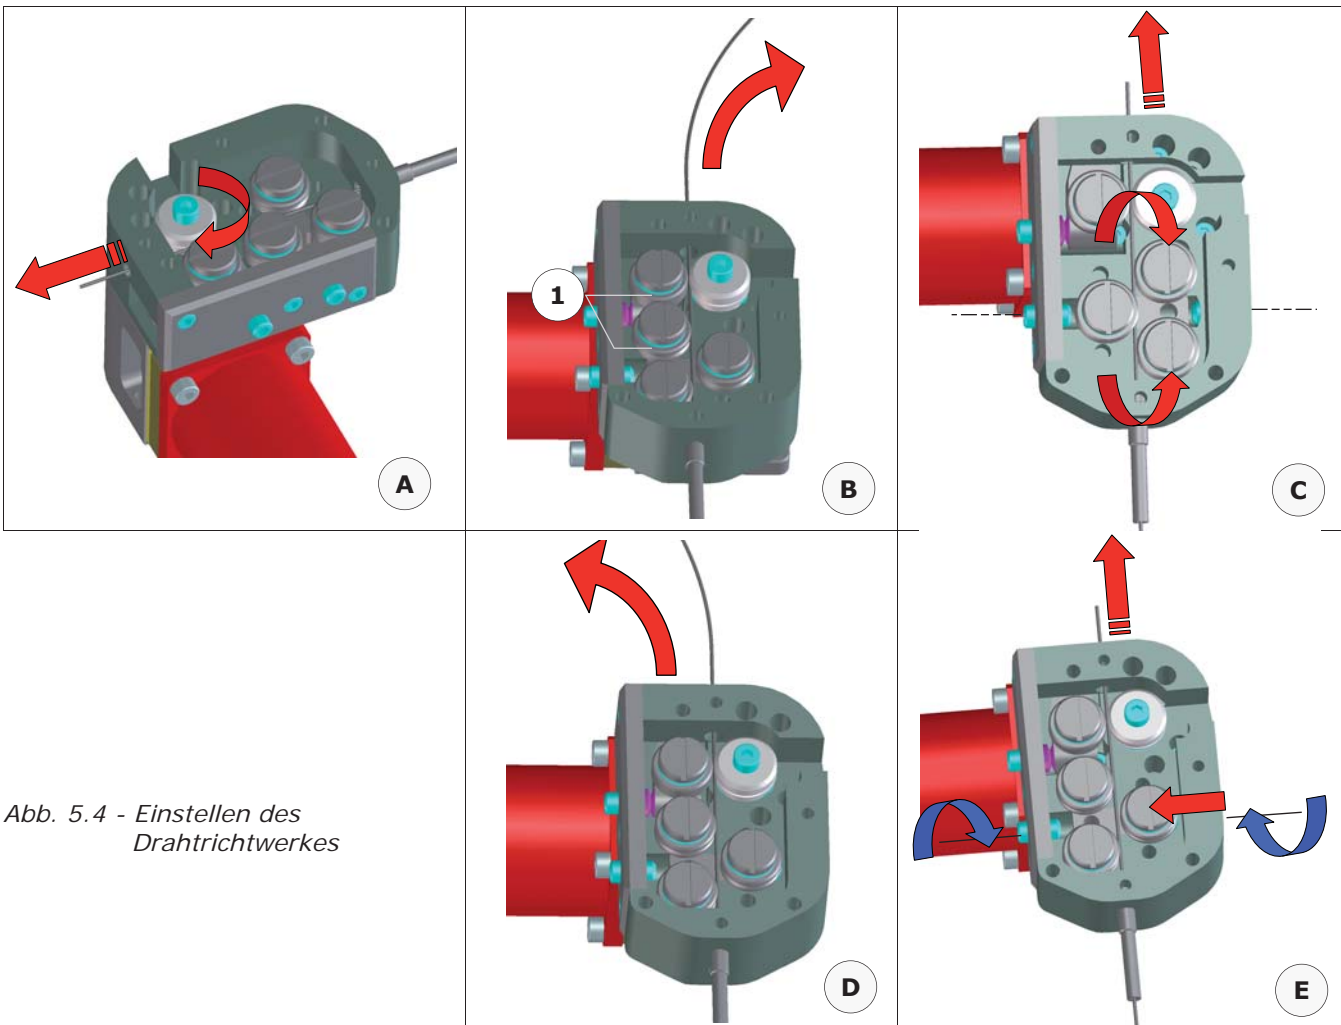

Abb. 5.4 - Einstellen des Drahtrichtwerkes
Den Draht einige Zentimeter fördern lassen und dabei den sich bildenden Drahtbogen beobachten (Abb. 5.4 - Ansicht A).
Wenn der Bogen zu der den Richtrollen entgegengesetzten Seite weist (Abb. 5.4 - Ansicht B - Index 1):
- Die Richtrollen andersherum montieren (Abb. 5.4 - Ansicht C).
Wenn der Bogen zu der Seite weist, an der sich die Richtrollen befinden (Abb. 5.4 - Ansicht D):
- Die Justierschrauben so einstellen, dass der Draht ohne Biegung austritt (Abb. 5.4 - Ansicht E).